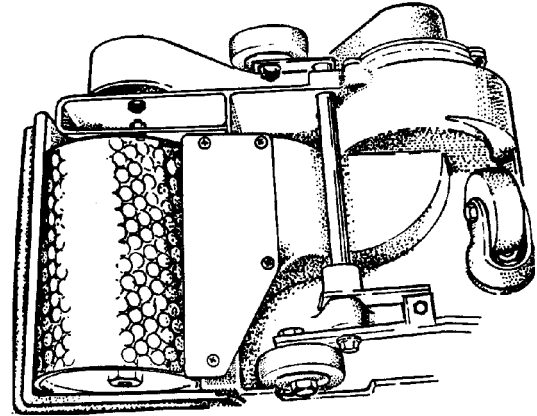

Abbildung 12
5. Richten Sie den Staubschuh mit der Trommel aus und ziehen Sie die Schrauben an. Siehe Abbildung 12.